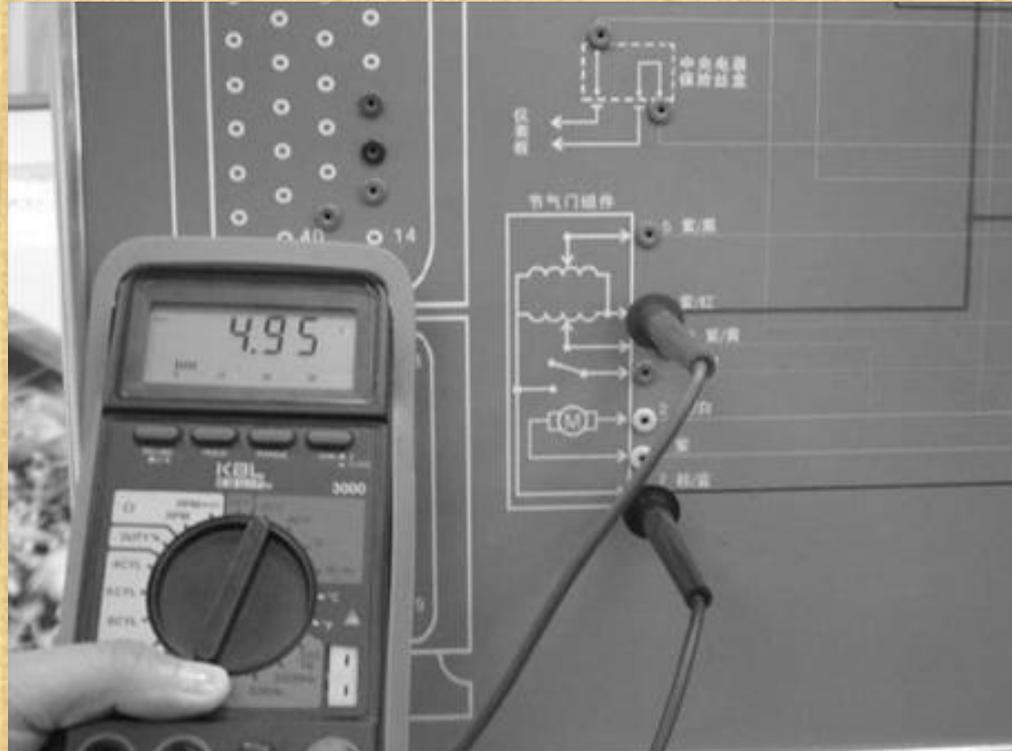

图7-9 节气门4脚5V供电电压测试
- (1)电源电压测试 在汽车微机控制故障检测诊断实验系统的发动机实验台上进行，如图7-9所示。